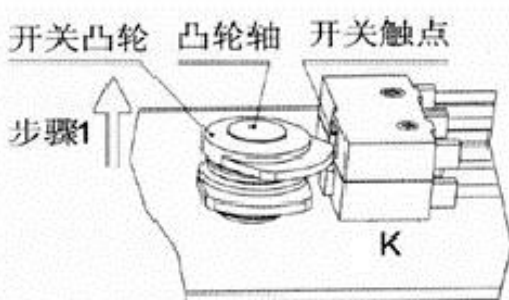

图 5
※ 图 5：辅助开关调试示意图
- 2、把驱动器输出轴转动到需要的角度位置，然后把开关凸轮套进凸轮轴上，使凸轮刚好能接触开关触点，（如图 5 示）